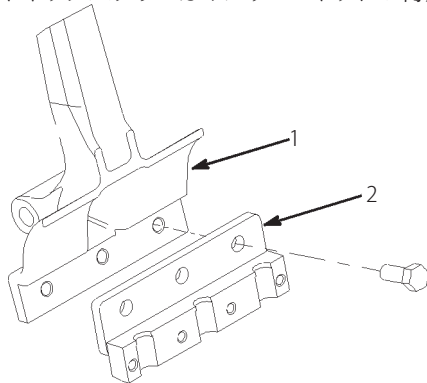

図 23
2. 各タイン・アームにタイン・ホルダーを取り付ける (図23 ; 1/2 x 1-1/4" キャップスクリュー 3 本を使用)。キャップスクリューを 75 ft.-lbs (10.5 kg.m) にトルク締めする。(キャップスクリューはホルダー・キットの付属品)